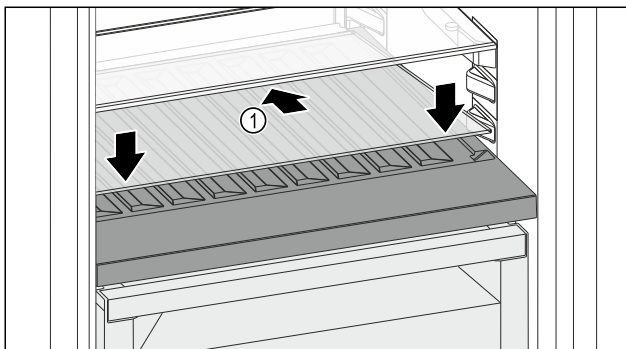

Fig. 144
- ▶ Coloque la placa de vidrio Fig. 144 (1) en ángulo e inclinada hacia atrás y hacia abajo.
- ▶ Levante la placa de vidrio Fig. 144 (1) por la parte delantera.